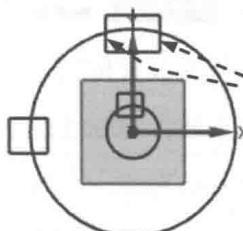
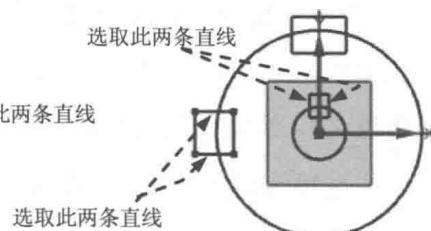

图 1.2.5 对称约束 1
图 1.2.6 对称约束 2
Step4. 添加几何约束。单击“设为对称”按钮 $\perp$ ，系统弹出“设为对称”对话框，依次选取图 1.2.5 所示的两条直线，选取 Y 轴为对称中心线，则这两条直线会关于 Y 轴对称；参照上述步骤约束图 1.2.6 所示的直线关于 Y 轴对称；参照上述步骤约束图 1.2.6 所示的直线关于 X 轴对称。